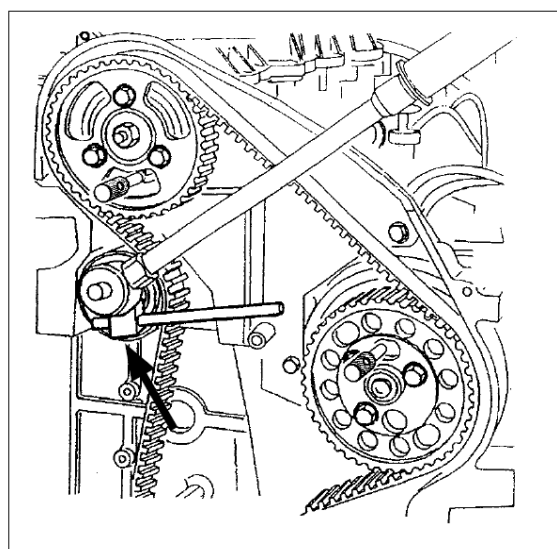

Fig. 2
- Questo strumento è necessario al fine di girare il tenditore e tenerlo fermo mentre si stringe il bullone (25 Nm)(Fig. 2).